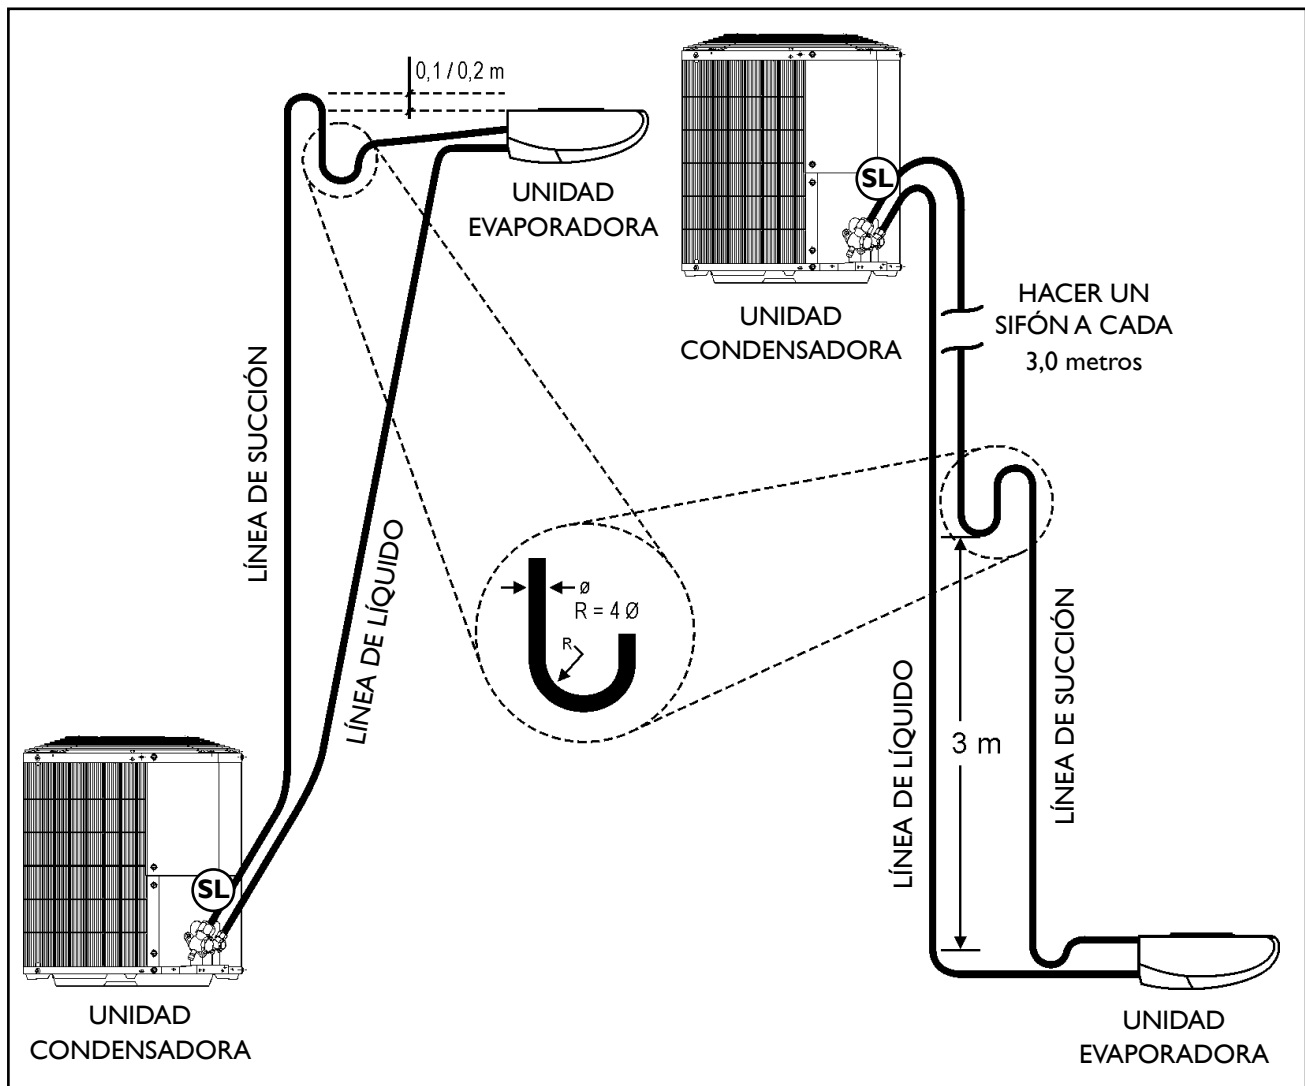

FIGURA 20 - INSTALACIÓN DE LAS LÍNEAS DE INTERCONEXIÓN
- 1º Elevar la línea de líquido arriba de la unidad condensadora antes de irse para la unidad evaporadora (0,2 m), cuando la unidad evaporadora estuvier abajo de la unidad condensadora. Ver figura 20.
- 2º Elevar la línea de succión arriba de la unidad evaporadora antes de irse para la unidad condensadora (0,2 m), cuando la unidad evaporadora estuvier arriba o en el mismo nivel de la unidad condensadora. Ver figura 20.
- 3° Hacer sifones en las subidas de las líneas de succión, cuando aplicado, a cada 3,0 metros incluso la base. Caso el desnivel sea menor que 3 m haga únicamente en la base. Ver figura 20.
- 4° Inclinan las líneas horizontales de succión en el sentido del flujo. Ver figura 20.